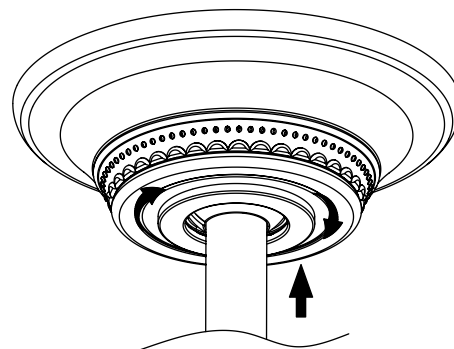

Fig. 19
Étape 3. Fixez et serrez solidement le couvercle du trou de l'auvent sur les vis à épaulement du support de montage en utilisant la fonction de verrouillage par rotation de la rainure de clé. (Fig. 19)